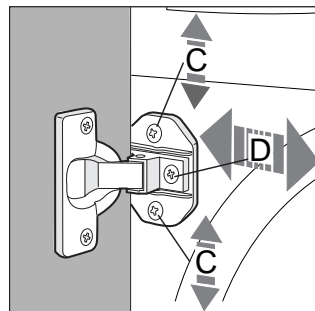

Fig. 7
- Per regolare la posizione del pannello in legno in senso verticale ed orizzontale, agire sulle viti **C** e **D** come indicato in fig. 7.